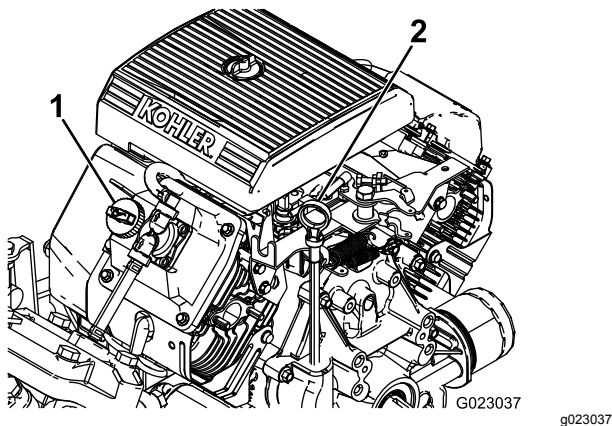

Bild 11
2. Nehmen Sie den Peilstab heraus und wischen Sie ihn mit einem sauberen Lappen ab (**Bild 11**).
4. Wenn der Ölstand niedrig ist, nehmen Sie den Fülldeckel von der Ventilabdeckung ab (**Bild 11**) und füllen Öl auf, bis der Ölstand die VOLL-Markierung am Peilstab erreicht. Angaben zur richtigen Ölsorte und zur Viskosität finden Sie unter Warten des Motoröls \(Seite 48\).